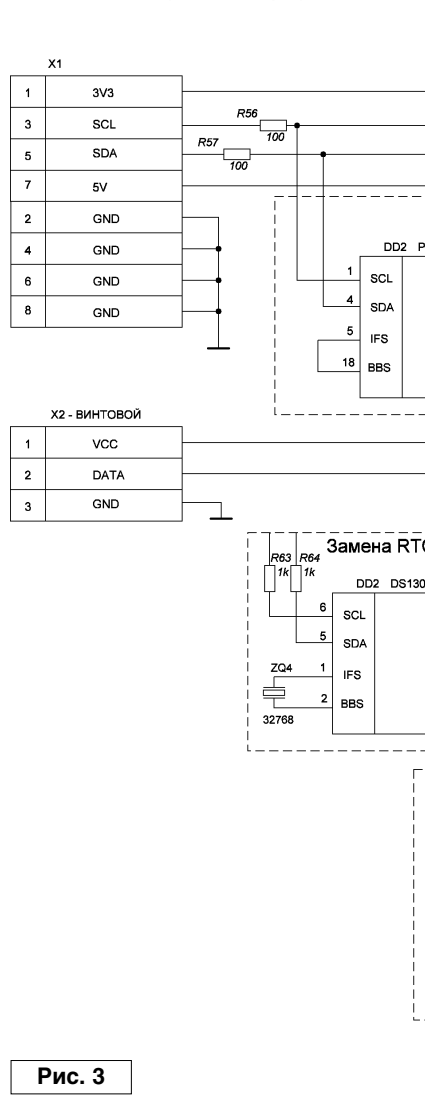

**Рис. 5**
Путем редактирования прошивки еергом можно изменить наименование датчиков ("Дома", "На улице", "Датчик 3" и т.д.) на любые русские и английские осознанные названия (**рис. 4**). Аналогичным образом можно заменить и приветственную надпись при включении устройства (**рис. 5**).
Рамкой (2) и рамкой (3) на **рис. 4** обведены приветственные фразы, отображаемые на экране, при включении устройства (см. **рис. 5**). При необходимости их так же можно заменить на свои, помня о символе конца строки.